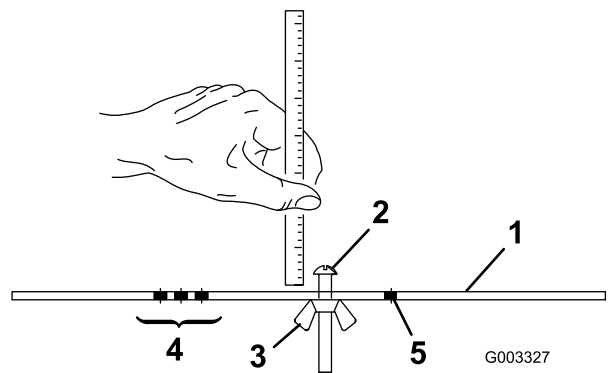

Figura 18
2. Desaperte a porca da barra indicadora (Figura 18) e regule o parafuso de ajuste para a altura de corte desejada. A distância entre a parte inferior da cabeça do parafuso e a face da barra indicadora é a altura de corte.